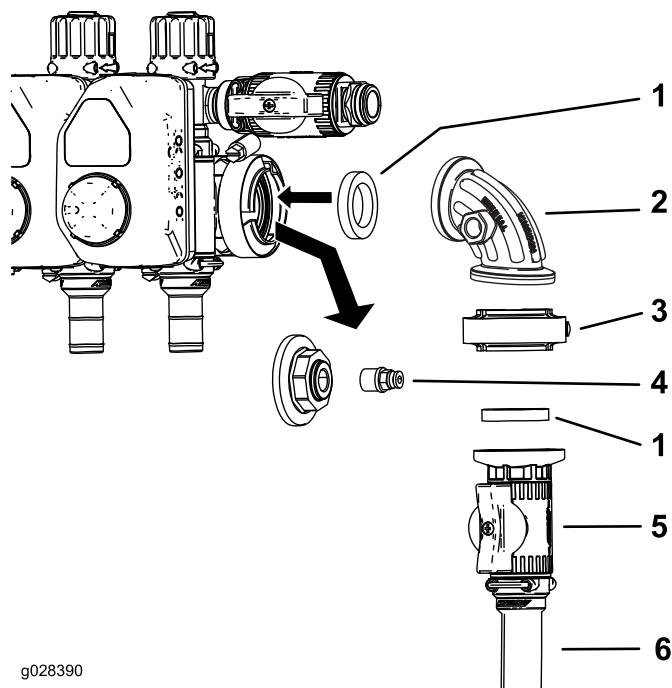
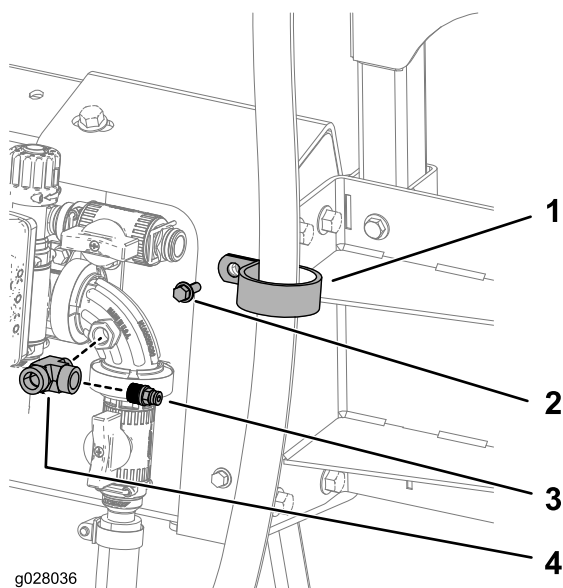

Figura 13
Figura 14
1. Scollegate il tappo e l'accoppiatore dall'apertura dell'indicatore di pressione (Figura 13).
2. Montate il gruppo valvola di regolazione come illustrato in Figura 13.
3. Montate l'accoppiatore nel foro aperto del raccordo a 90 gradi (Figura 13 e Figura 14).
4. Collegate il flessibile di alimentazione dell'avvolgitubo alla valvola di regolazione con la fascetta stringitubo (Figura 13).
5. Fissate il flessibile (71 pollici) alla staffa superiore servendovi di 1 fascetta fermacavi a R, 1 bullone (1/4-20 x 3/4 poll.) e 1 dado (1/4-20 poll.) come illustrato in Figura 14.
6. Applicate il nastro in PTFE alle filettature del raccordo a T e collegate il raccordo a T alla valvola di regolazione (Figura 14).
7. Applicate il nastro in PTFE alle filettature dell'accoppiatore e collegate l'accoppiatore al raccordo a T (Figura 14).